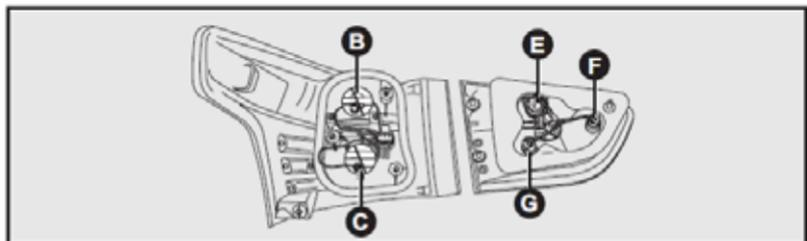

fig. 22
- Quitar los portalámparas B (luz de giro) o C-fig. 22 (posición/freno), girándolas en el sentido antihorario;
- Sacar las lámparas quemadas F o G-fig. 22 de los portalámparas, tirando de las mismas;
- Sacar la lámpara quemada E-fig. 22